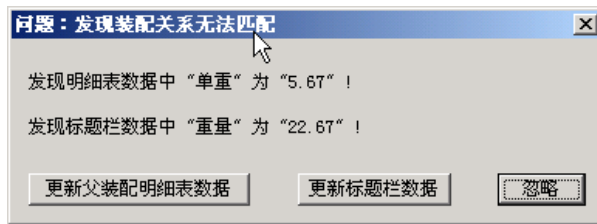

图 16-7
- 2) 若装配图的明细表数据已修改，或被装配项的标题栏数据已改，即明细表与对应的标题栏数据不关联时，用户在浏览器中点取被装配项时，出现如图 16-7 所示的提示信息。
在 P3DM 中浏览和编辑当前项目元素的标题栏数据。点取后，弹出对话框，如图 16-11。修改标题栏数据，点取“确定”，则出现如图 16-7 所示对话框，提供选择忽略或关联更新明细表或标题栏中的数据，非常方便用户管理项目元素的标题栏数据。在图 16-11 中，点击鼠标右键，菜单中有“资源”一项，标题栏的数据填写支持各种资源操作。有关各种资源调用的具体方法详见《第 20 章数据集成系统》。